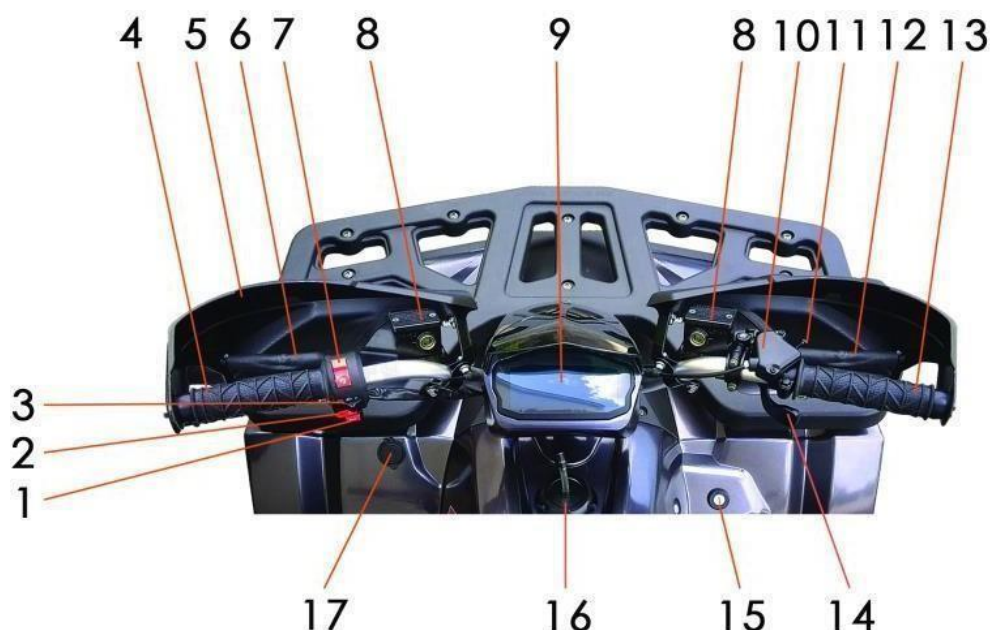

Рис. 2 Назначение органов управления квадроцикла
- Если Вы решили произвести остановку на уклоне, желательно задействовать стояночный тормоз (рис.2 поз 10).